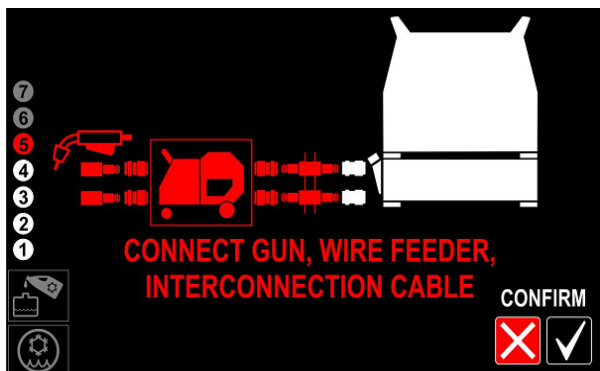

Figura 18
- Conectați furtunurile arzătorului și cablul de interconectare atunci când utilizați sursa de energie cu alimentatorul de sârmă separat (Figura 18 sau 26).